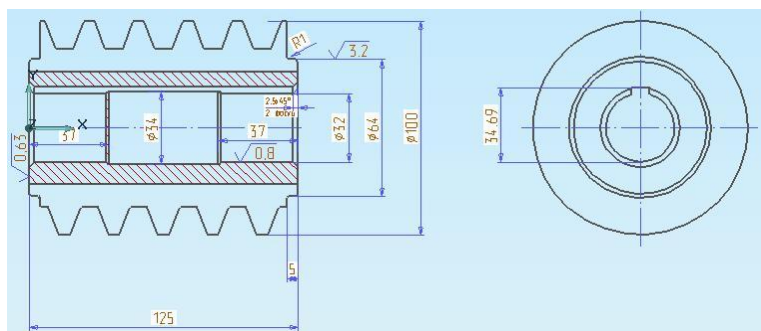

Рисунок 2
1.4. Проставляем параметр шероховатости (Рисунок 2).